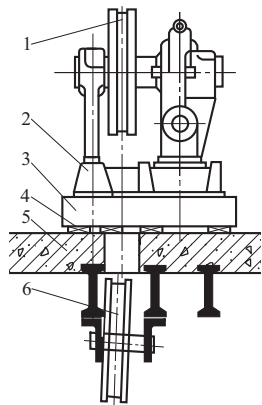

图 10-4 承重梁在楼板下的曳引机安装
(1) 承重梁在机房楼板下的安装：当承重梁在机房楼板下时，一般按比曳引机底盘外形大 30mm 左右，做一个厚度为 250~300mm 的钢筋混凝土底座，底座上预埋好固定曳引机的底脚螺钉。钢筋混凝土底座下面、承重梁的上面应放置减振橡胶垫，曳引机则紧固在钢筋混凝土底座上，如图 10-4 所示。为防止电梯在运行过程中位移，底座和